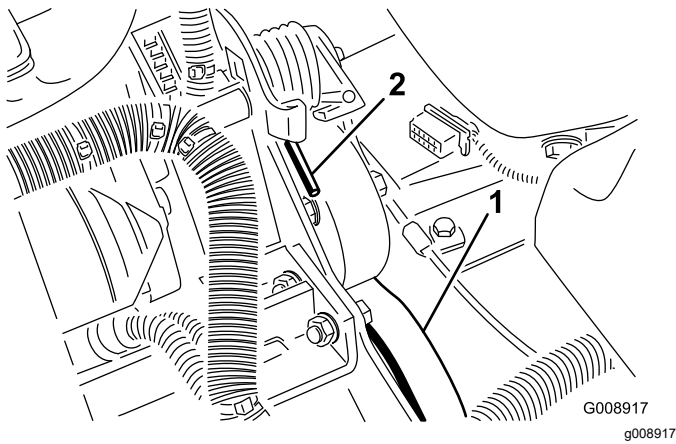

図 56
2. スプリングの端を前側に押し下げてブラケットから外し、スプリングのテンションをなくす 図 56。